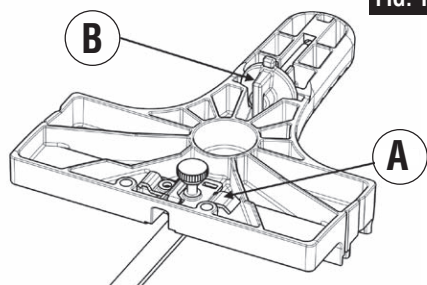

FIG. 11
La JA1010 se utiliza para realizar cortes rectos y de círculos de manera rápida y precisa. Incluye la guía, dos abrazaderas para sujetar la guía a la sierra caladora (A) y un pasador central para guiar los cortes de círculos (B). Las abrazaderas y el pasador centrador se pueden almacenar en la guía (Fig. 11).